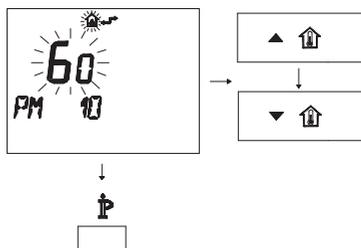

Fig. 5.71
- Per modificare il SET programmato agire sui pulsanti **▲** o **▼** e aspettare che il numero programmato cominci a lampeggiare (Fig. 5.71).